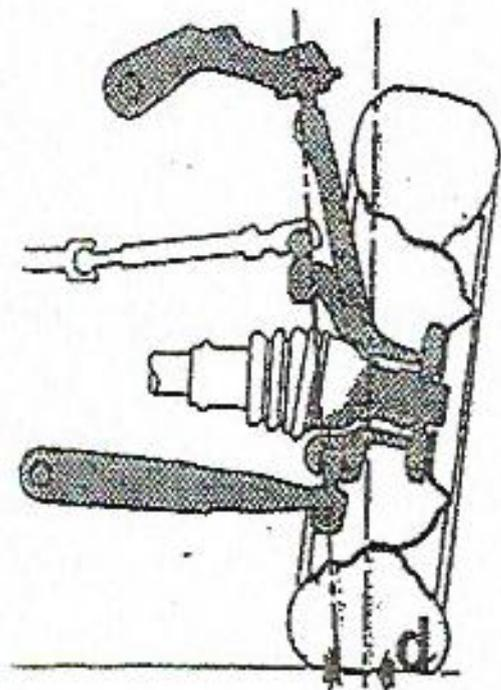

Figure 1B: Angles caractéristiques
I.1.2 Donner la fonction de la cote (d) sur la figure 1B.